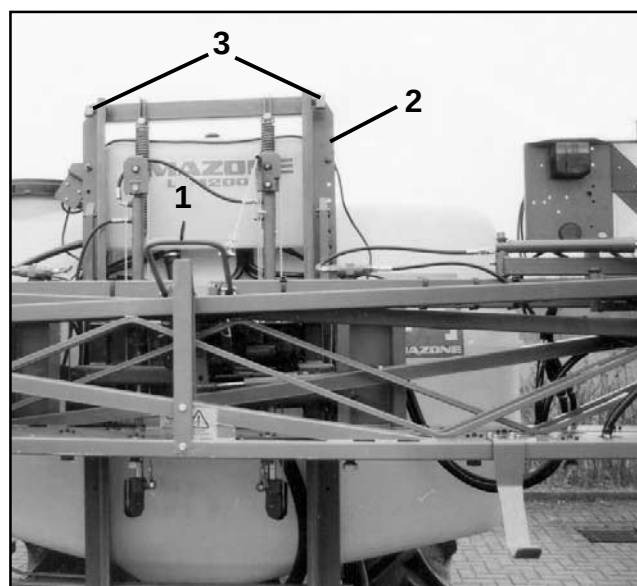

Fig. 8.8
- Bommen sænkes ned i den nederste position ved hjælp af højdeindstillingen så begge firkantprofiler (fig. 8.8/1) støttes af stopelementerne og låses med stopbeslagene (fig. 8.8/2).